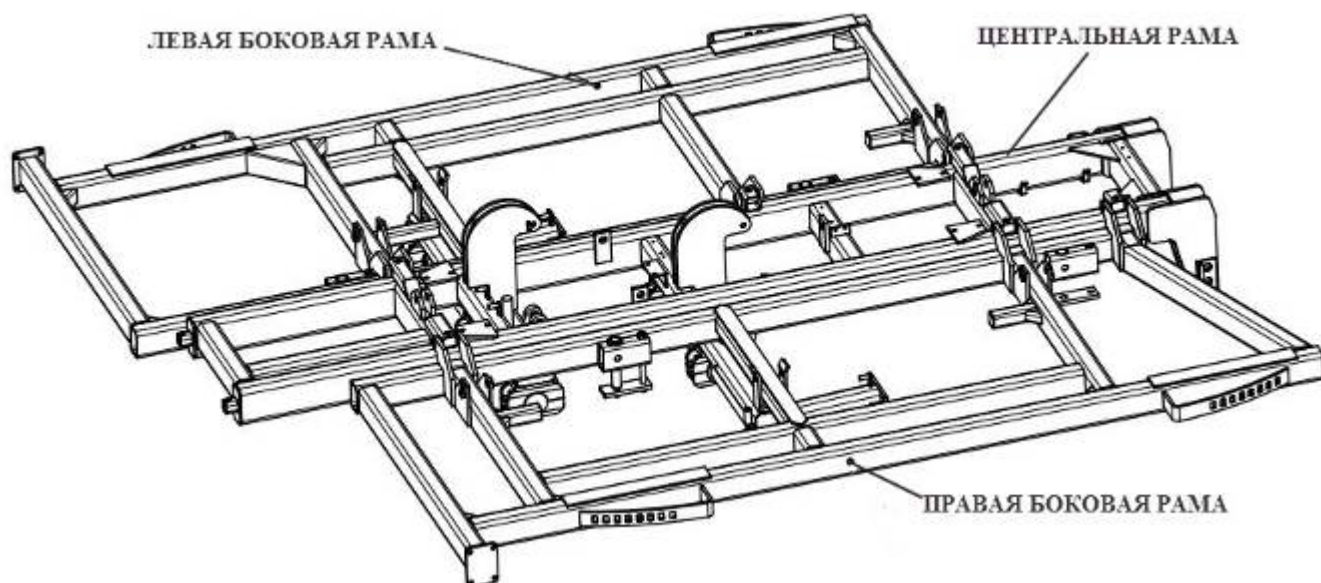

Рисунок 2.
- На центральную раму (рис. 2) смонтировать две боковые рамы.